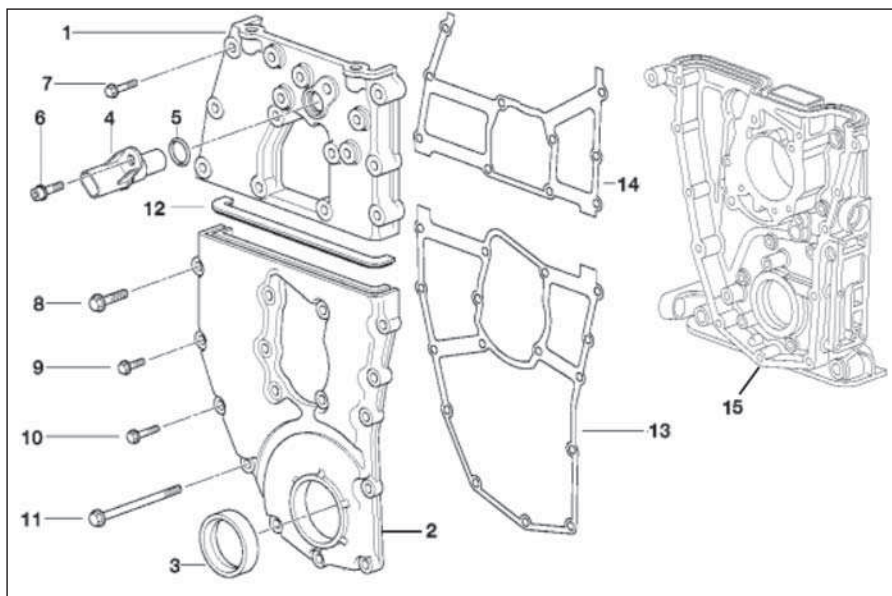
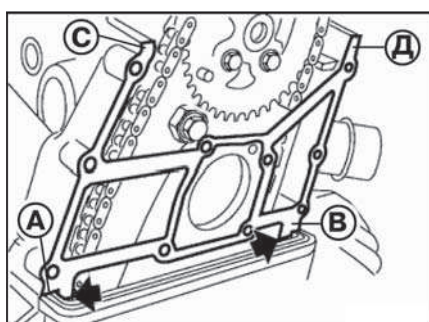

Рис. 4.20. Крышки ГРМ
Рис. 4.21. Места разрезов
Конструктивное исполнение крышек ГРМ показано на рис. 4.20.
- Вывернуть датчик (4) положения цилиндров из крышки (1) ГРМ и вывернуть болты (7, 10 шт.) крепления крышки ГРМ и снять ее. Снять профильную уплотнительную прокладку (14), в дальнейшем она подлежит замене.
- Разрезать уплотнительную прокладку в местах отмеченных стрелками (рис. 4.21) движением изнутри наружу, т.к. уплотнительная прокладка в запасные части для верхней крышки ГРМ поставляется отдельно. Снять прокладку.
- Очистить канавку для профильной резиновой прокладки (12, см. рис. 4.20) и уплотняемые поверхности от остатков уплотнения. На верхнюю и нижнюю уплотняемые поверхности головки блока цилиндров (точки А и В, см. рис. 4.21) нанести тонкий слой герметик типа «Drei Bond 1209».
- отверстия под крышку. Установить новую уплотнительную прокладку. На верхнюю и нижнюю угловые части (А, В, С, Д, рис. 4.21) уплотнительной прокладки нанести тонкий слой герметик типа «Drei Bond 1209».
- На концах канавки под прокладку (12, см. рис. 4.20) тонкой и равномерной полоской нанести герметик типа «Drei Bond 1209». Вложить новую профильную резиновую уплотнительную прокладку (12) в канавку.